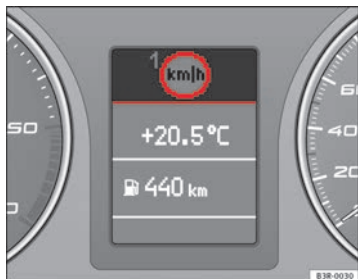

Fig. 56 Afficheur : Dispositif d'alerte de dépassement de vitesse
Le dispositif d'alerte de dépassement de vitesse avertit le conducteur s'il dépasse la vitesse maximale programmée auparavant. Dès que la vitesse du véhicule dépasse d'environ 10 km/h la vitesse programmée, un signal d'alerte retentit. Un symbole d'alerte $\Rightarrow$ fig. 56 apparaît simultanément à l'afficheur.
Le symbole d'alerte de dépassement de vitesse  du seuil d'alerte 1 $\Rightarrow$ fig. 56 apparaît à l'afficheur lorsque la vitesse du véhicule dépasse la vitesse maximale mémorisée. Il disparaît lorsque la vitesse de la voiture est de nouveau inférieure à la vitesse maximale mémorisée.
- Pressez la touche CHECK jusqu'à ce que le symbole ➡ page 87, fig. 56 s'affiche.